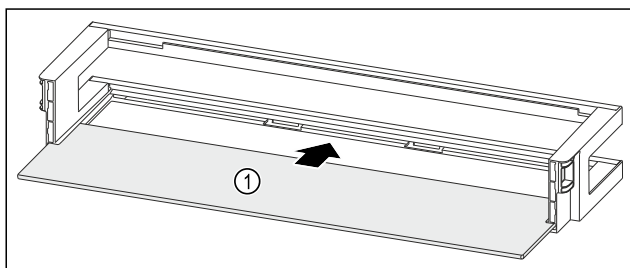

Fig. 194 Türabsteller mit Abstellfläche
- Abstellfläche Fig. 194 (1) in die seitlichen Aussparungen einschieben.